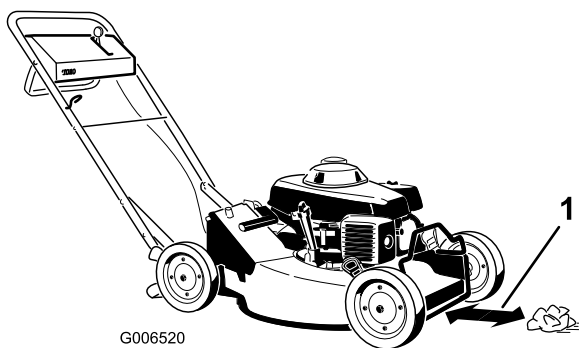

Figura 16
6. Coloque la bola de papel de periódico a unos 12,7 cm por delante del cortacésped (Figura 16).
- A. Coloque la bola de papel de periódico a unos 12,7 cm por delante del cortacésped (Figura 16).